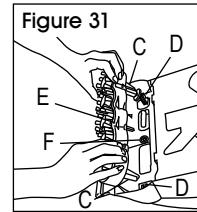

Figure 31
1. Alignez les montants (C) des deux extrémités de la brosse avec les fentes (D) du logement de l'aspirateur. Assurez-vous que le montant carré (E) est également aligné avec trou carré (F). Tournez légèrement les brosses jusqu'à ce que le montant s'insère facilement dans le trou. (Voir Figure 31)